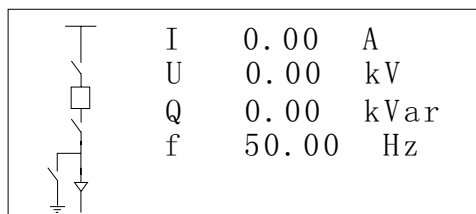

图 7-1 显示刀闸位置主信息图
7.2.1 装置上电后,显示装置型号及公司名称,5s 后退出;转入显示装置“主信息图”,“主信息图”可以在设置参数菜单中选择显示普通刀闸、手车位置、只显示断路器或者不显示(具体设置请参阅 7.2.8 节“设置”)。如下图 7-1 所示:
在图 7-1 (主信息图) 状态下按”确认”键进入主菜单。如图 7-2~7-4 示: